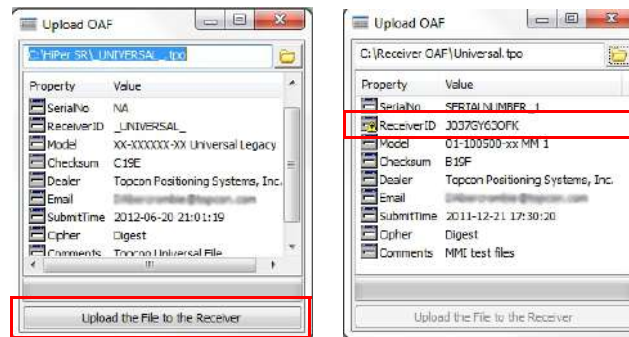
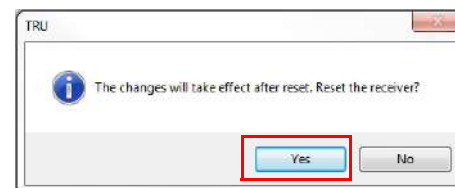

Рис. 12: Проверка совместимости OAF
Рис. 13: Перезагрузка приемника
5. Нажмите **Загрузить файл на приемник** (Рис. 12), чтобы начать загрузку файла. При загрузке файла OAF на приемник TRU предложит перезагрузить приемник для включения новых опций авторизации (Рис. 13).